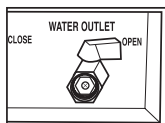

Fig. 7
2. Ouvrir (position "OPEN") la valve de vidange ou la valve d'évacuation des eaux usées pour vider la cuve (Fig. 7).